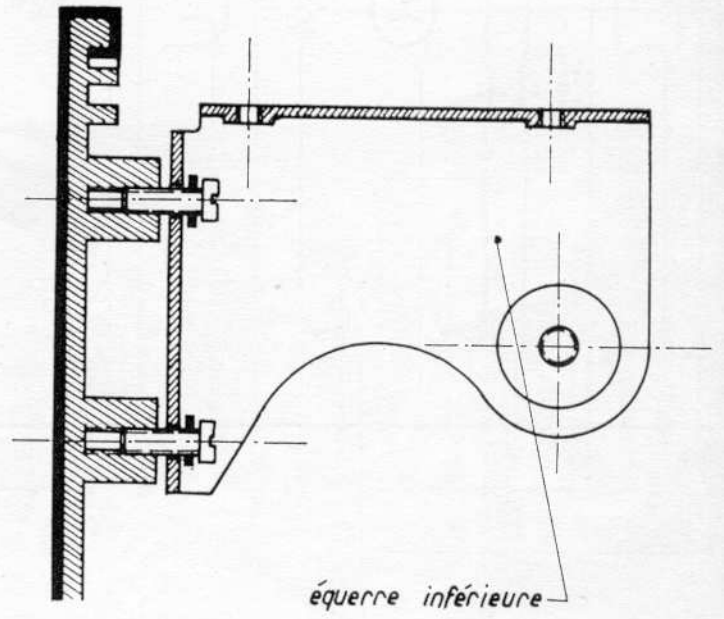

Fig. 6
- e) Mettre en place les 4 équerres inférieures sans bloquer les vis, Fig. 6